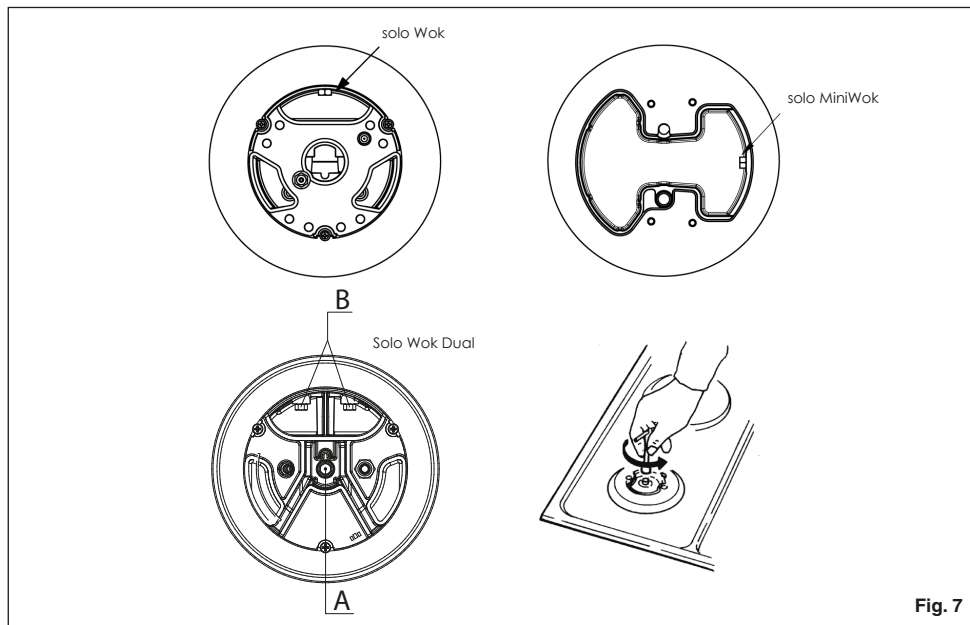

Fig. 7
Adaptation à un différent type de gaz (Fig 7)
- à la substitution des injecteurs (Fig. 7) avec ceux correspondants au type de gaz qu'il faut utiliser (voir